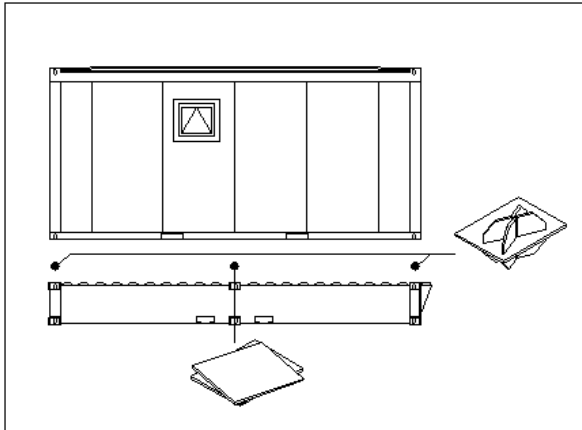

Figura 7: Stacking Cones (nei modelli da 10' e 20') e spessori (solo per il modello da 20')
- Il prefabbricato modulare ad uso sanitario deve essere assicurato contro lo spostamento laterale (scivolamento). Tra la vasca di raccolta per acque scure (da 10' e 20') e il prefabbricato modulare ad uso sanitario, in corrispondenza degli angoli esterni del container, devono essere posizionati degli Stacking Cones; in posizione intermedia, tra la longherina del tetto e il longherone a pavimento, devono essere inseriti degli spessori; vedere figura 7.